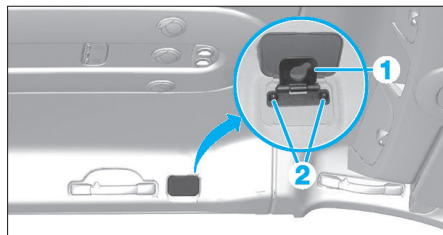

Fig. 44
- Ouvrir le support de fixation de filet de protection (1) et déposer les vis (2) (Fig.44).